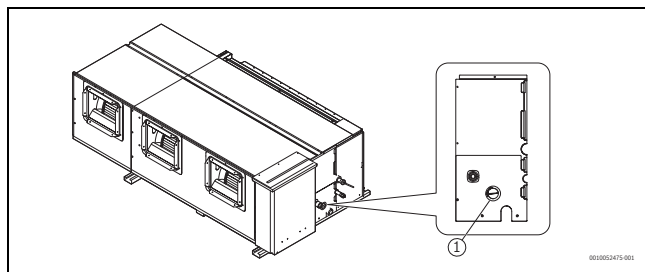

Fig. 27
- ▶ Abra o tampão cego da água de teste (→ Fig. 27) na máquina, este precisa de estar desapertado durante o teste de drenagem para verificar se a bomba de drenagem está ligada e se existe um problema com a bomba de drenagem.